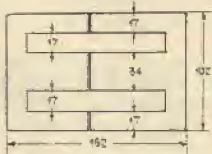

Fig 1 LAMIERA AL SILICIO
Le descrizioni seguenti si riferiscono ai modelli corrispondenti alle figure 1, 2, 3, 4, 5, 6 delle prime due tavole. Diamo poi un'altra tavola di modelli diversi ai quali i nostri lettori potranno ispirarsi.
**Nucleo di ferro** — L'ho trovato fra i residuati bellici. Comunque può esser facilmente fatto con lamierini di ferro al silicio, tagliati nelle dimensioni indicate in fig. 1. La sezione netta totale dovrà essere di cmq. 20.40.